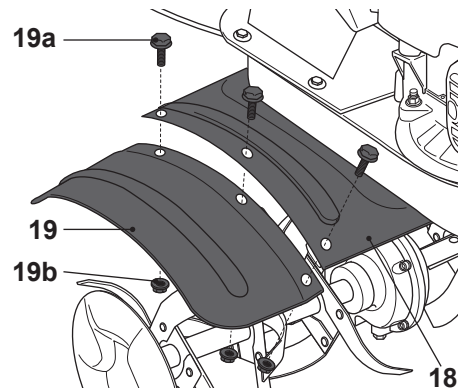

Fig. 2
- > Alinee los orificios de montaje y monte la extensión del protector (19) en el protector fijo (18).
- > Asegure la conexión con los pernos (19a) y las tuercas (19b) (Fig. 2).